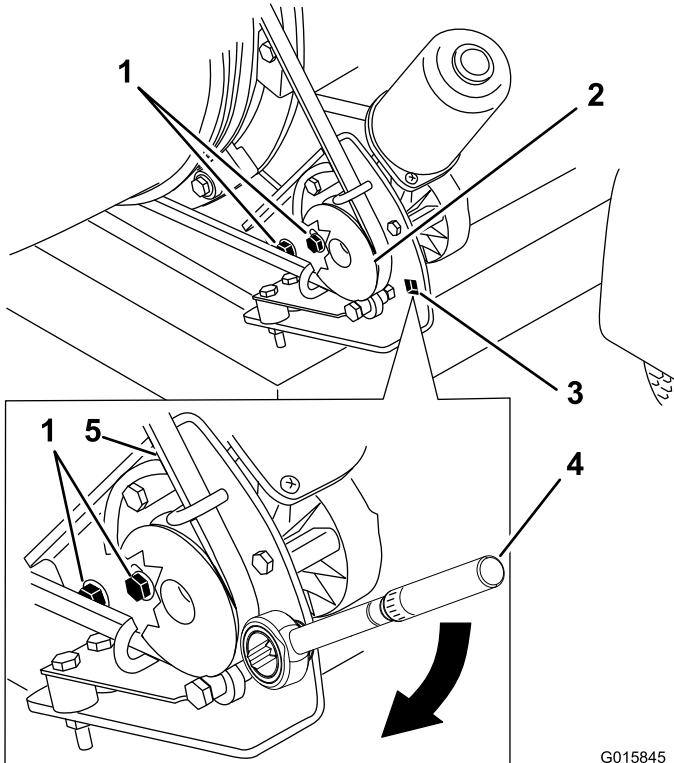

Figure 34
1. Desserrez les boulons qui fixent le support de la poulie au cadre du souffleur (Figure 34).
2. Placez une clé dynamométrique dans le support de la poulie (Figure 34).
3. Faites pivoter le support de poulie et éloignez-le de l'embout jusqu'à ce que la clé dynamométrique indique 23 à 26 N·m (200 à 230 po-lb) (Figure 34).